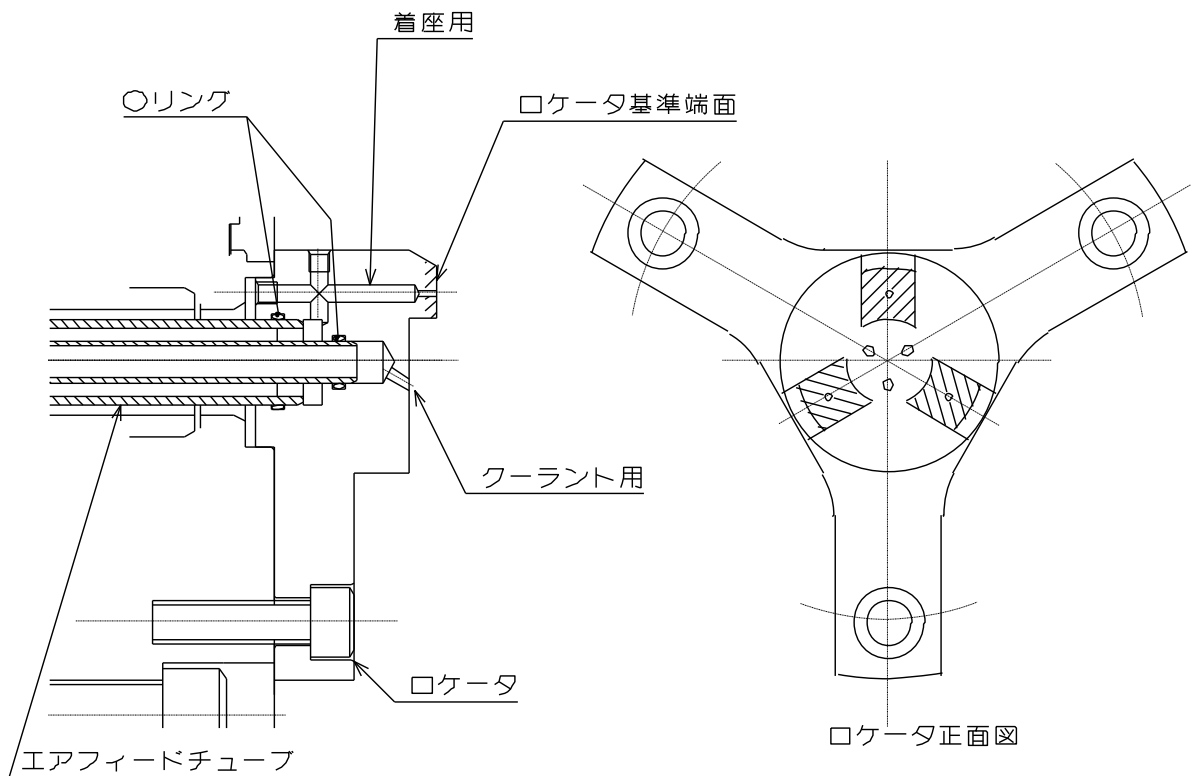

図 20-3
- Fig.20-3 に着座仕様のロケータの例を示します。スピンドル後方にエアフィードチューブを取り付けてロケータに着座用エアやクーラント液を供給します。